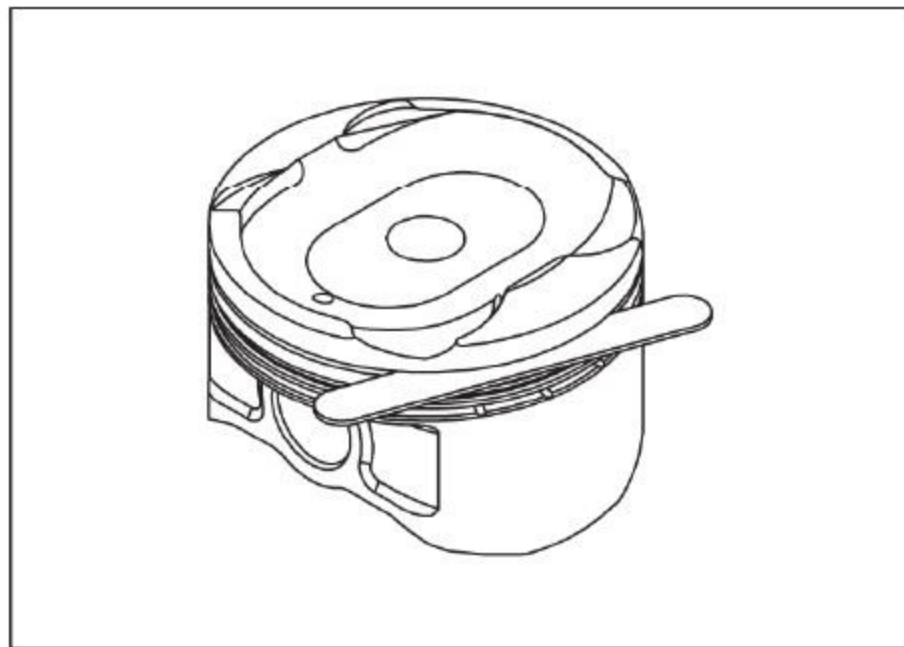

图12-2-6 检查活塞环和环槽
(1) 使用塞尺测量活塞环槽的侧向间隙，如图12-2-6所示。